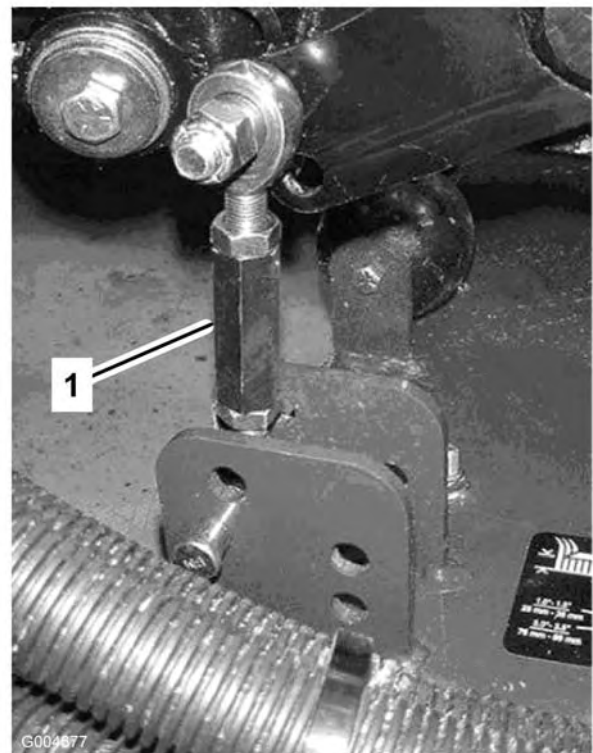
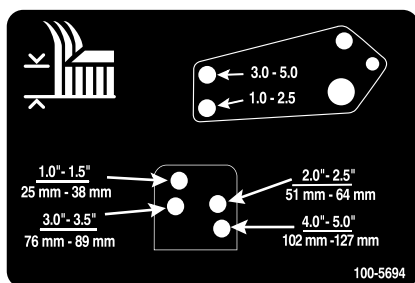

Bild 22
Bild 23
8. Entfernen Sie die Splints und Lastösenbolzen, mit denen die Stoßdämpferverbindungen an den Mähwerkbügeln befestigt sind (Bild 22). Fluchten Sie die Stoßdämpferverbindungs Löcher mit den ausgewählten Löchern im Schnitthöhenstellbügel am Mähwerkrahmen ab (Bild 23), stecken die Lastösenbolzen ein und bringen die Splinte an.